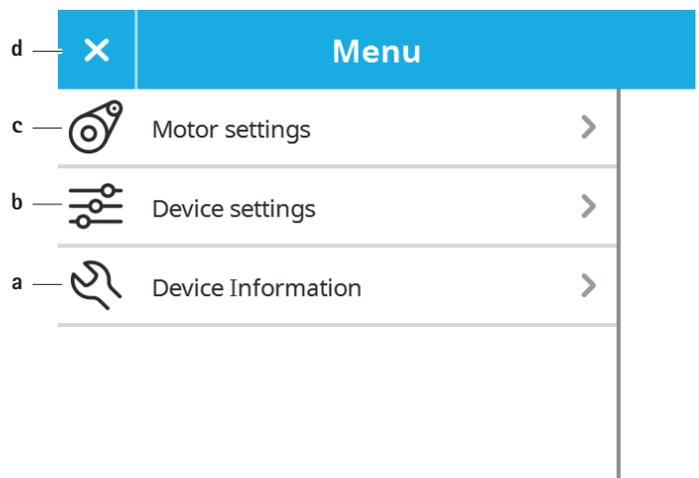

Fig. 8 Systeminställningsmeny
- ▶ Öppna systeminställningsmenyn: Tryck på knappen systeminställningsmeny **h**, se Exempel hanteringskoncept. Systeminställningsmenyn öppnas, se Fig. 8.